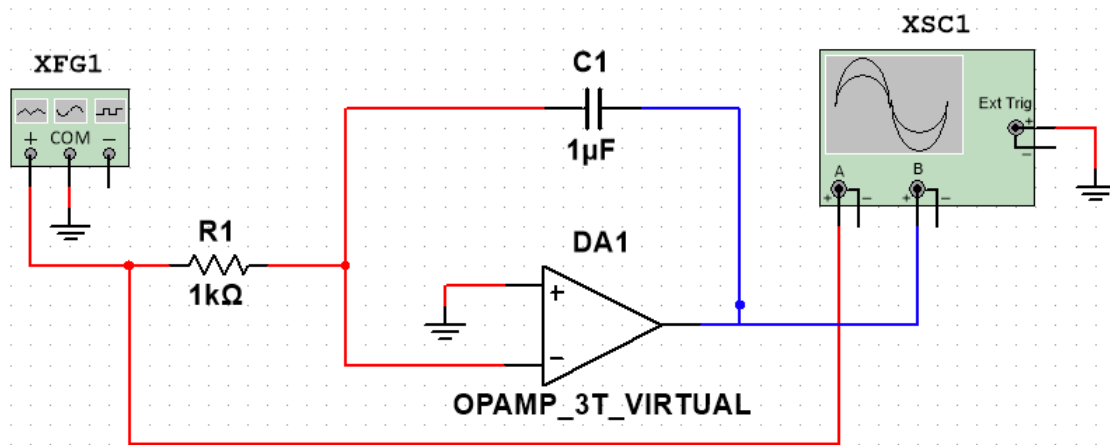

Рисунок 13.1
1.1 Зберіть схему інтегратора, наведену на рис. 13.1, з реальним ОП: